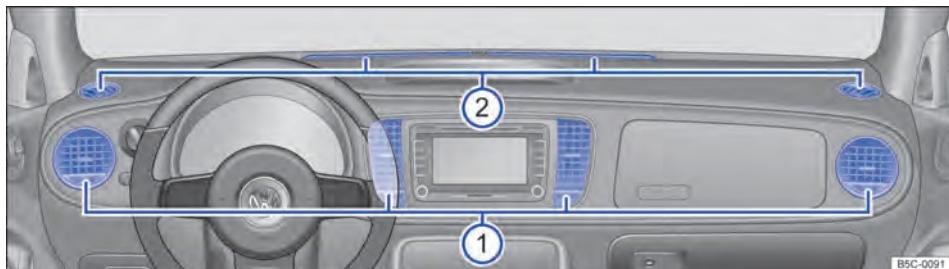

Fig. 130 Difusores de ar no painel de instrumentos.
Para que uma potência de aquecimento, uma refrigeração e uma entrada de ar suficientes sejam atingidas no interior do veículo, os difusores de ar → Fig. 130 (1) devem permanecer abertos.